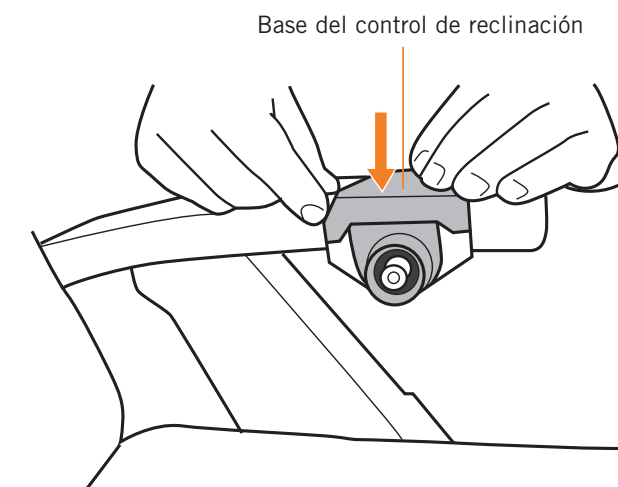

Fig.16
3. Coloque la base en posición en el soporte del apoyabrazos izquierdo como se muestra en la figura (Fig.16).